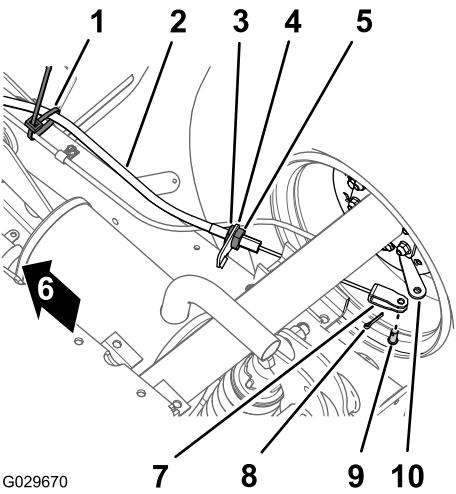

Figure 46
1. Au bas de la machine, retirez le serre-câble qui maintient le câble de frein de stationnement sur la conduite de frein de service (Figure 46).
2. Tracez une bande de rotation sur l'écrou de blocage avant du câble de frein de stationnement (Figure 46).
3. Desserrez l'écrou de blocage arrière et détachez le câble de son support (Figure 46).
4. Déposez la goupille fendue et l'axe de chape qui fixent la chape du câble de frein de stationnement au levier actionneur et séparez le câble du levier (Figure 46).
1. Acheminez le régleur fileté du câble de frein de stationnement jusqu'au support du câble et la chape jusqu'au levier actionneur de frein (Figure 46).
3. Alignez le régleur fileté du câble de frein de stationnement par rapport au support du câble, et serrez l'écrou de blocage arrière (Figure 46).